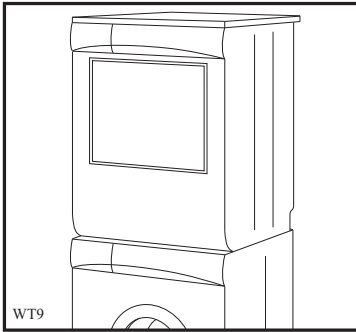

Abb. 5
- Modelle ohne Sockel (Abb. 5 und 6);